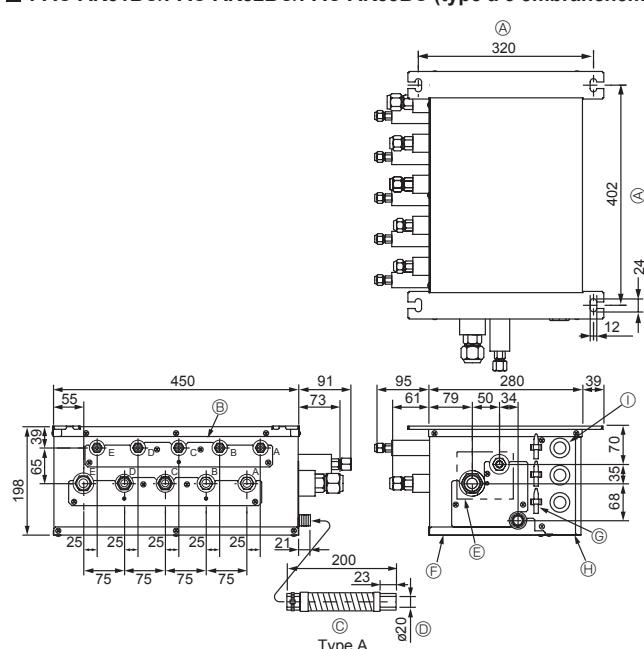

Fig. 4-3
#### ■ PAC-AK51BC/PAC-AK52BC/PAC-AK53BC (Fig. 4-3)
- (1) Installer les boulons de suspension (à acheter localement) suivant le pas requis (Fig. 4-3, 4-4).